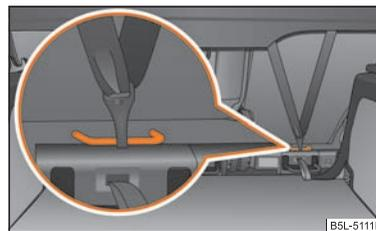

Fig. 149 Sedile posteriore: Top Tether
In alcuni paesi le disposizioni di legge prescrivono l'utilizzo di sedili posteriore con occhielli di fissaggio per seggiolino per bambini con il sistema "Top Tether" ⇒ fig. 149.
- Fissare il seggiolino con il sistema "Top Tether" nei punti appositamente previsti → pag. 156, fig. 149.